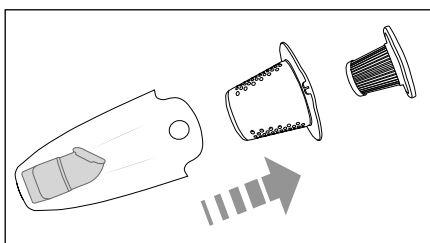

Bild 5
- 3) Dra ut EPA-filtret 7 och grovfiltret 8 ur smutsbehållaren 9 (bild 5). Banka ur båda filtren 7/8 över en papperskorg. Vid behov kan du spola av filtren 7/8 med rent vatten. Låt därefter filtren 7/8 lufttorka tills de är helt torra innan du sätter i dem igen.